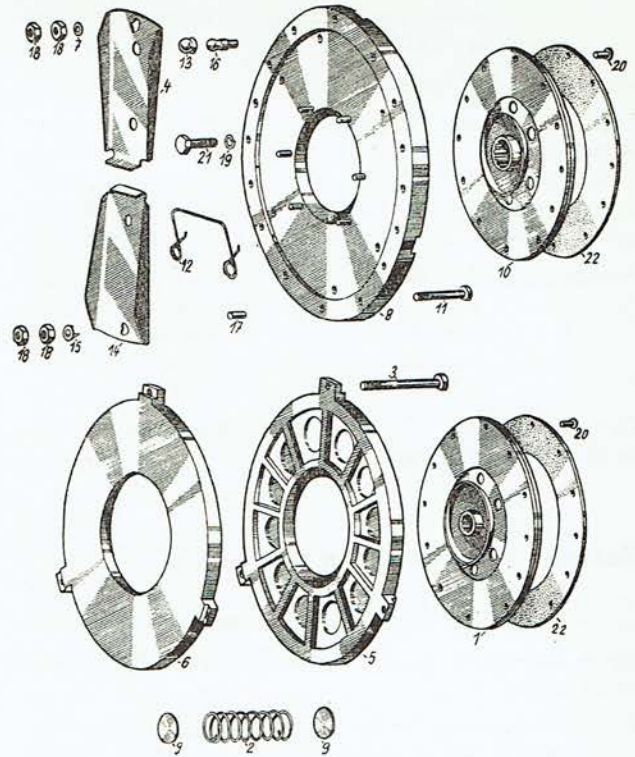

Abb. 50
Die Doppelkupplung (Abb. 50) ist in dem Schwungrad eingebaut. Sie besteht aus der Fahrkupplungslamelle (1) und der Hilfsantrieblamelle (10). Auf beiden Lamellen ist der Kupplungsbelag (22) angeklebt. Die Federn (2) befinden sich zwischen zwei Druckkränzen (5, 6), die mit ihren Aussenflächen auf beide Lamellen drücken. Die Kupplungsabdeckung (8) ist mit Schrauben (21) am Schwungrad befestigt. Der Fahrkupplungs-Ausrückhebel (4) ist auf die Ausrückschraube (3) aufgeschoben und mit zwei Muttern (18) gesichert; er stützt sich auf den Abstützstift (16) mit Stützeinlage (13). Der Ausrückhebel des Hilfsantriebes (14) ist auf die Mitnehmerschraube (11) aufgeschoben und mit zwei Muttern (18) und einer Unterlagscheibe mit Nase (15) gesichert; abgestützt ist er gegen den Ausrückstift (17). Unter jedem Hebel befindet sich eine Spannfeder (12).